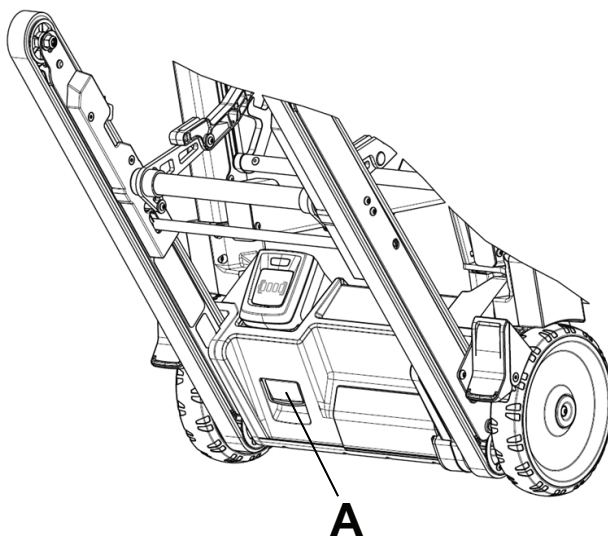

Figure 10 – Loquet de déblocage de la batterie
1. Tirer le loquet de déblocage rouge de la batterie (A) vers soi pour sortir la batterie du produit (Figure 10).